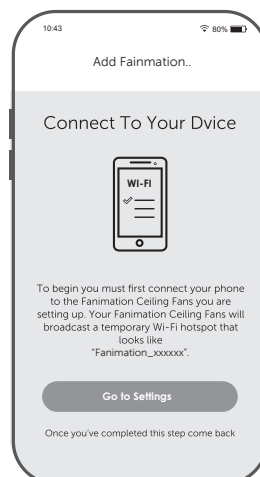

Figura 5
- ☐ 5. Instale la cubierta del cable del kit de iluminación en la ensamble de la placa de iluminación usandos las dos ranuras principales. Vuelva a colocar el tornillo retirados previamente y asegure los tres tornillos. (Figura 5)
- ☐ **7.** Para configurar el código del mando a distancia a las mismas posiciones que en el receptor. Mueva los interruptores de código hasta colocar el código de selección en la posición arriba o abajo. Con un destornillador pequeño o con una lapicera (no se incluye) deslice firmemente hacia arriba o hacia abajo. (Figura 5)
- ☐ 5. En este paso, el receptor WiFi de su ventilador de techo debe estar instalado y dentro del rango de su router WiFi. Con la App abierta, seleccione “añadir dispositivo”. (Figura 5)